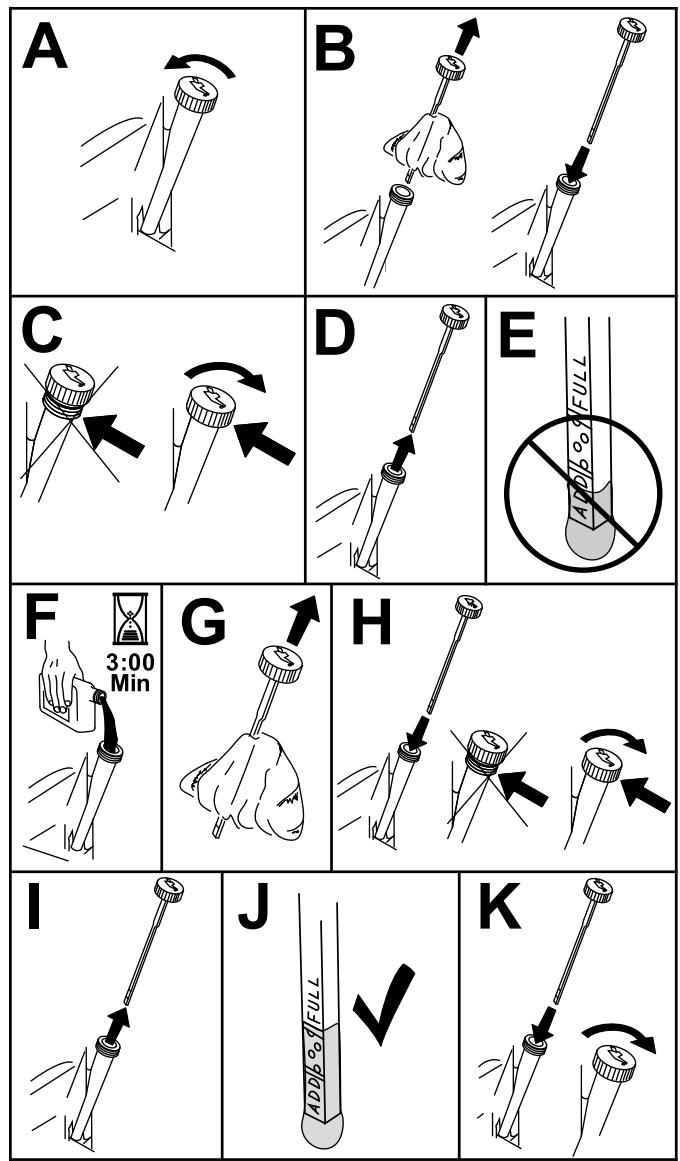

Figura 59
3. Pour éviter de faire tomber de l'herbe, de la poussière, etc., dans le moteur, nettoyez la surface autour du bouchon de remplissage-jauge d'huile, avant de l'enlever (Figura 59).